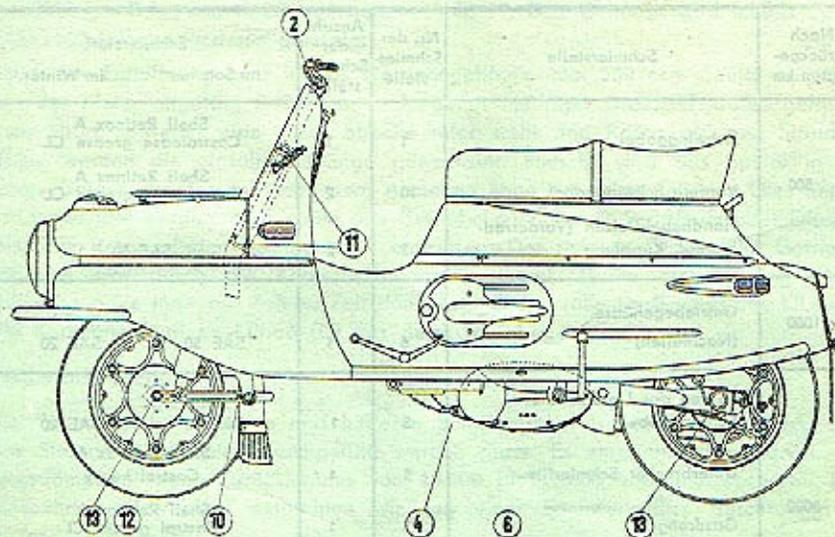

Abb. 15. Schmierplan - linke Seite
(Schmierplan Abb. 15, 16)
**SCHMIERTAFEL (Abb. 15, 16)**